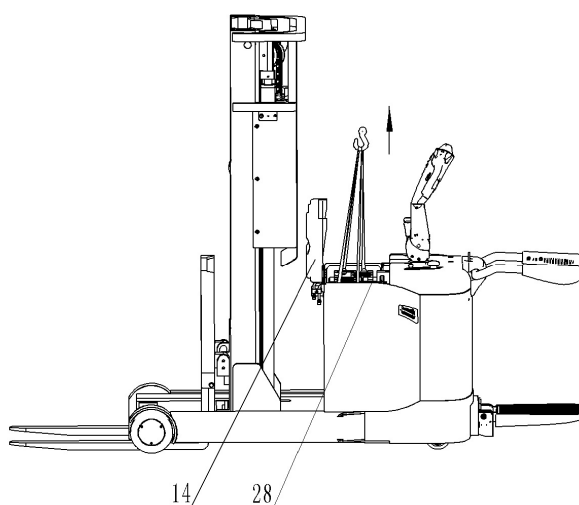

Рис. 12: Замена АКБ
Припарковать штабелер в безопасной зоне, выключить при помощи замкового выключателя (8), затем нажать аварийную кнопку (6). Выдвинуть мачту вперед, Как показано на Рис. 12, открыть крышку отсека АКБ, отсоединить клеммы, аккуратно вытащить аккумулятор при помощи крана. Если вы не выдвинули мачту вперед для того, чтобы открыть крышку отсека АКБ, ослабьте 2 винта и снимите крышку, затем вытащите АКБ при помощи крана. Операция по установке аккумулятора происходит в обратном порядке. Первыми подсоединить положительные клеммы. В противном случае оборудование может быть повреждено.